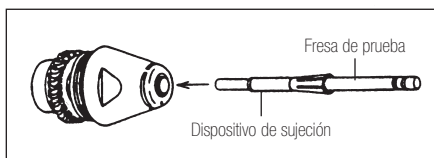

Fig.13
- 1) Aplique una fina capa de aceite sobre el dispositivo de fijación nuevo o recién limpiado, inserte la fresa de prueba y presiónela en el vástago del rotor (Fig.13).